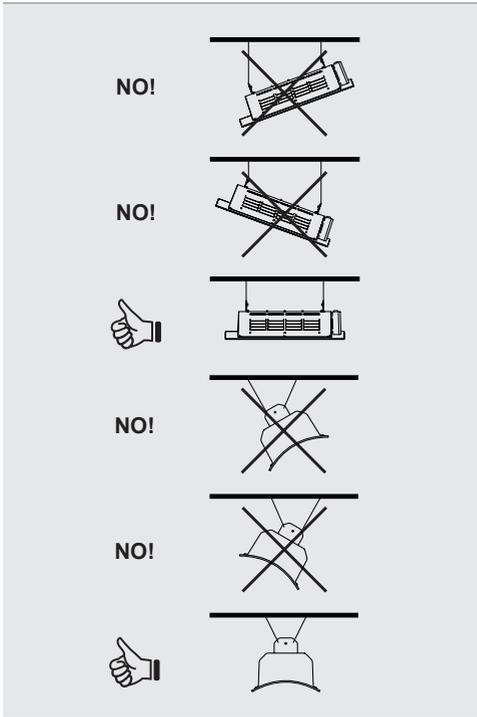

Abb.3b: Erlaubte und nicht erlaubte Montagepositionen
2. Das Gerät darf nur in horizontaler Position montiert werden. Es darf weder seitlich, noch nach vorne oder hinten geneigt werden. Siehe Abb. 3b.